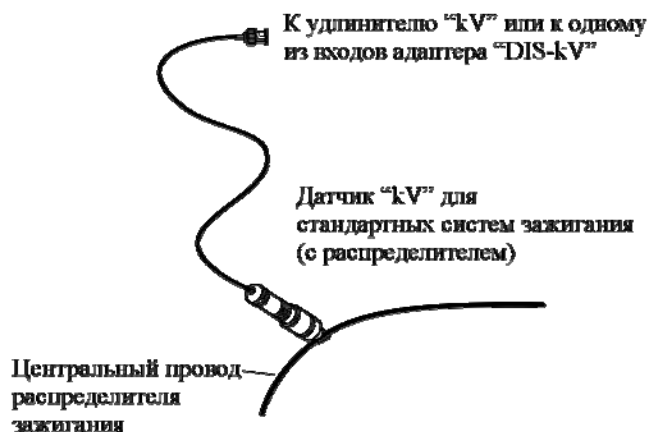

Рис. 11. Фрагмент схемы подключения мотор-тестера к а/м с системой зажигания ROV, КОИТ, при помощи емкостного датчика для стандартных систем зажигания.
3. Установите емкостный датчик «kV», подключенный к входу N1 адаптера «DIS-kV», на центральный провод распределителя зажигания. В варианте работы с емкостным датчиком для стандартных систем зажигания (из базового комплекта) установите его на центральный провод распределителя (Рис.11.).